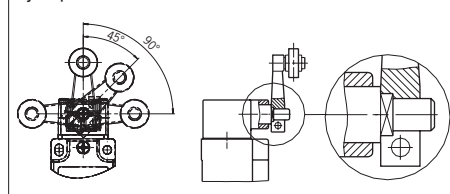

Figura 2: Ajuste vertical del actuador
- ▶ El actuador (palanca de roldana) debe fijarse en unión positiva al árbol de accionamiento. Los lados del actuador y del árbol de accionamiento deben tocarse (véase la Figura 2).